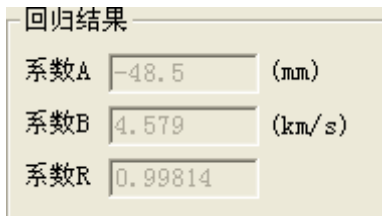

图 7.4 回归结果区
- 8) **回归结果区**用于显示不跨缝数据进行回归分析后的结果，如图 7.4 所示。系数 A 为截距，系数 B 为声速，系数 R 为相关系数。只有在进行了计算处理后，回归结果才正确。